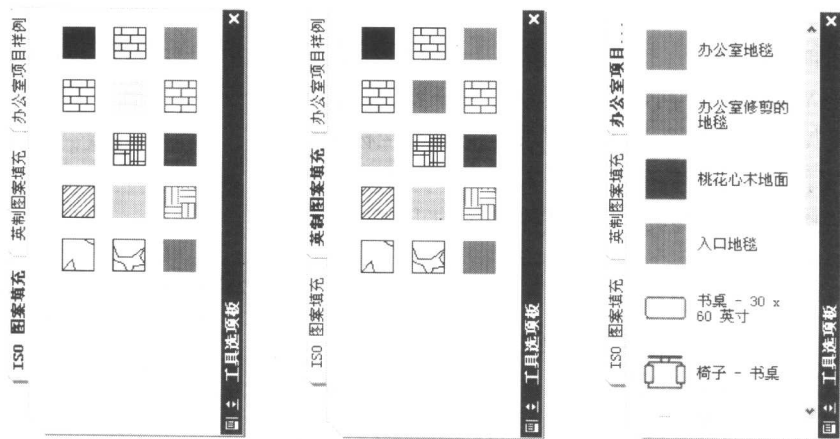

图 1-9 工具选项板窗口
一般情况下，屏幕上会显示工具选项板窗口。标准的工具选项板窗口由“ISO 图案填充”、“英制图案填充”、“办公室项目样例”3 个选项卡组成，如图 1-9 所示。根据需要可以定制工具选项板窗口的组成及相应内容。通过下拉菜单“工具 (T)”→“工具选项板窗口(P)”或组合键“Ctrl+3”，可以打开或关闭工具选项板窗口。